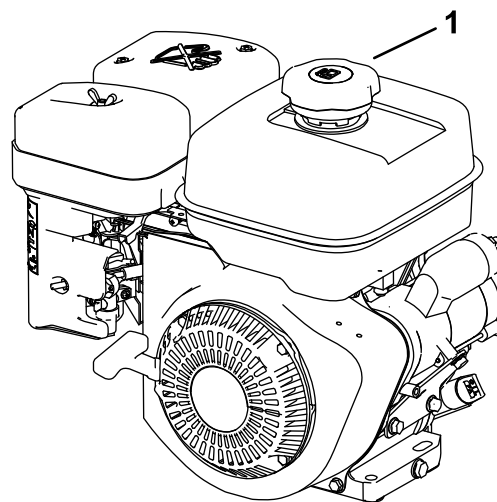

図 1
- 燃料キャップの周囲をきれいに拭いてキャップを外す 図 1。
- 燃料タンクの天井から 6-13 mm 程度下まで給油する 図 1。タンクの首の部分まで入れないこと。
3. 燃料キャップの周囲をきれいに拭いてキャップを外す 図 1。